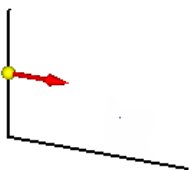

图 3.6.20 定义材料方向
(3) 定义材料厚度及方向。在“轮廓弯边”命令条中的“厚度”文本框中输入数值 1.0, 并按 Enter 键; 将材料加厚方向调整至图 3.6.20 所示的位置后, 单击鼠标左键。
(4) 轮廓弯边的延伸量及方向。在命令条中单击“延伸步骤”按钮; 在“距离”文本框